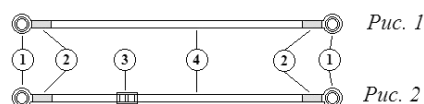

Рис. 1
Стропы являются компонентами удерживающей и/или страховочной системы. Стропы могут быть нерегулируемыми (рис.1), регулируемыми (рис.2), двойными или двухлучевыми (рис.4) и страховочными (это когда в состав стропа интегрирован амортизатор рывка, рис.3), укомплектованные одним или более карабинами. Фал стропа (4) может состоять из ленты, каната, метал. троса и цепи.